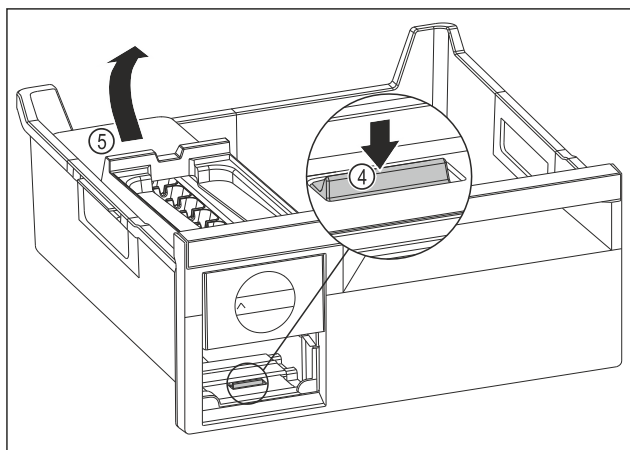

Fig. 154
- Retirer le corps de l'EasyTwist-Ice : Avec le doigt, pousser la languette Fig. 154 (4) vers le bas tout en soulevant de l'autre main le corps de l'EasyTwist-Ice Fig. 154 (5) depuis l'arrière.